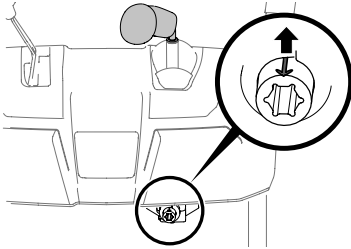

Figura 17
5. Gire el control del canal de 2 direcciones/4 direcciones hasta la posición de la una en punto (Figura 16) de modo que la flecha indicadora que está sobre el piñón diferencial debajo de la manija del control mire hacia arriba (Figura 17).